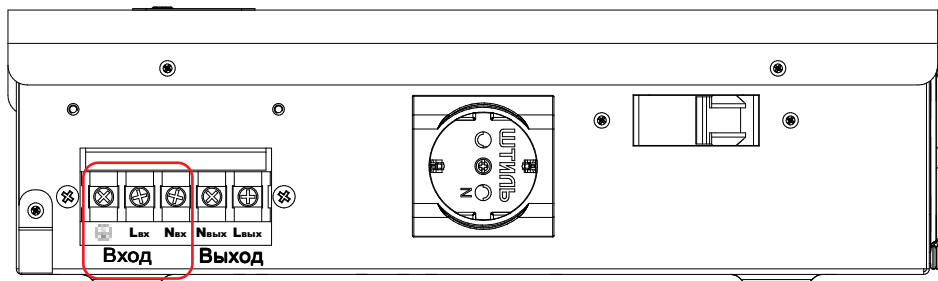

Рисунок 25. Стабилизаторы Штиль IS2500, IS3000 и IS3500. Выводы «Вход» — L-N»
- у моделей IS2500, IS3000, IS3500, IS5000 и IS7000 с помощью выводов «Вход -L-N» (**рисунок 25, 26 и 27**);